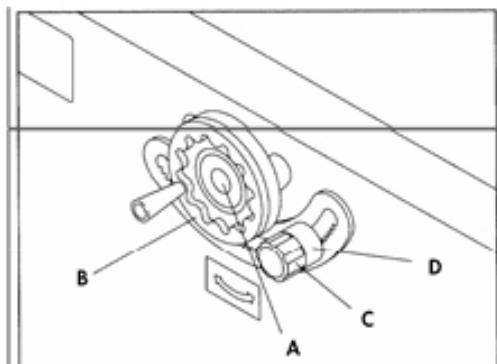

Рис. 3.20
1. Ослабьте фиксирующий маховик (A) Рис. 3.20 перед проведением регулировки высоты шпинделя.
2. Чтобы поднять шпиндель - поворачивайте маховик (B) по часовой стрелке, чтобы опустить шпиндель - поворачивайте маховик (B) против часовой стрелки.
3. Затяните фиксирующий маховик (A), когда требуемая высота шпинделя получена.
2. Ослабьте ручку (С) Рис. 3.20.
3. Вращайте ручку (B) до необходимого угла наклона и положения.
4. Закрутите ручку (C).